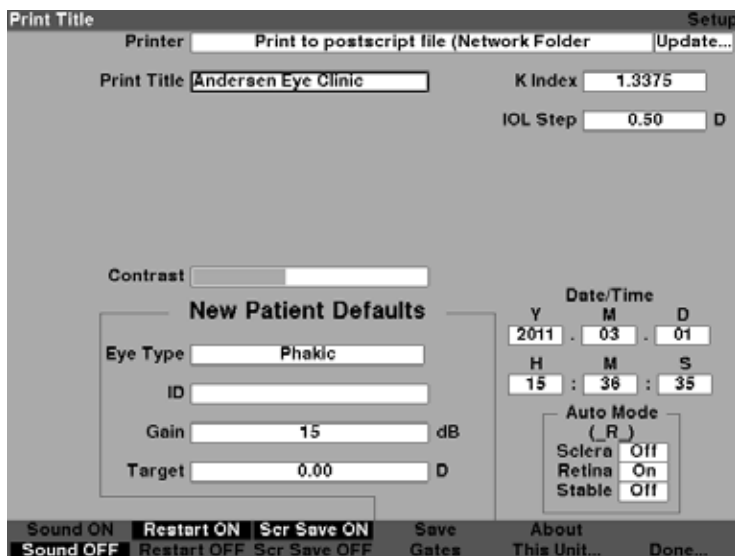

Figura 5-37 Título para impressão adicionado
4. Pressione o botão giratório ou o botão $\sqrt{\quad}$ para salvar o título para impressão e desativar o campo conforme mostrado na Figura 5-37.